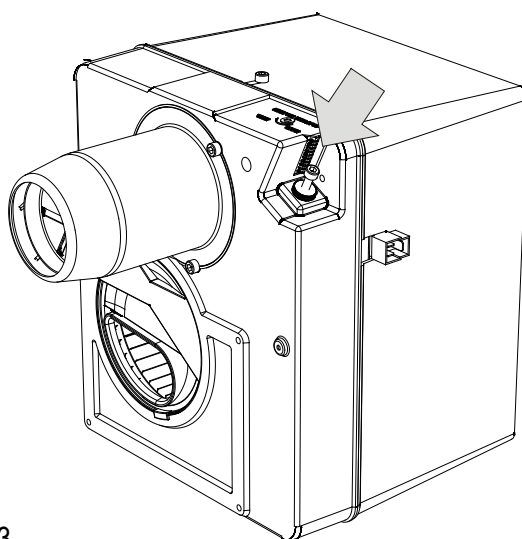

fig.3
- Ajuste de la clapeta de aire (fig. 3). El volumen de aire se debe ajustar por medio del tornillo situado en la esquina superior izquierda del quemador. El borde superior de la cabeza del tornillo en posición "0" significa volumen de aire mínimo (clapeta de aire cerrada). La clapeta de aire se debe abrir o cerrar para obtener valores de opacidad (índice de Bacharach) de $0 \div 1$ y valores de CO_2 comprendidos entre $10 \div 12$ % vol. Con valores de opacidad y CO_2 superiores a los mencionados se debe abrir la clapeta de aire girando el tornillo hacia la izquierda. Con valores de CO_2 inferiores a los mencionados se debe cerrar la válvula de aire girando el tornillo hacia la derecha. En el caso de que el índice de Bacharach fuese alto (>1) aun estando la clapeta de aire totalmente abierta, se deberá disminuir la presión de aire en el sistema de mezcla mediante girando a la derecha su tornillo de ajuste.